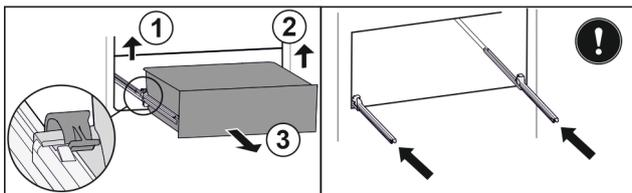

Fig. 102
- Soulever la bride gauche et tirer dans le même temps la partie gauche du tiroir vers l'avant. Fig. 102 (1)
- Soulever la bride droite et tirer dans le même temps la partie droite du tiroir vers l'avant. Fig. 102 (2)
- Retirer le tiroir par l'avant. Fig. 102 (3)